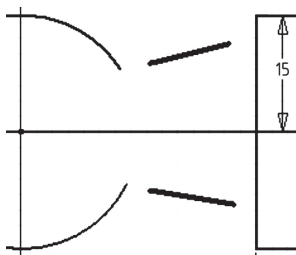

Рис. 10
- Выбираем команду «Отрезок», располагаем отрезки произвольно между дугой и прямоугольником, как показано на рис. 10.